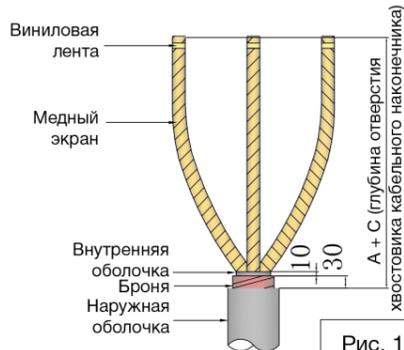

Рис. 1
- 1.2. Сохраните броню и внутреннюю оболочку в соответствии с размерами, указанными на рис. 1. С помощью пружины постоянного давления закрепите броню в том месте, с которого ее нужно снять.